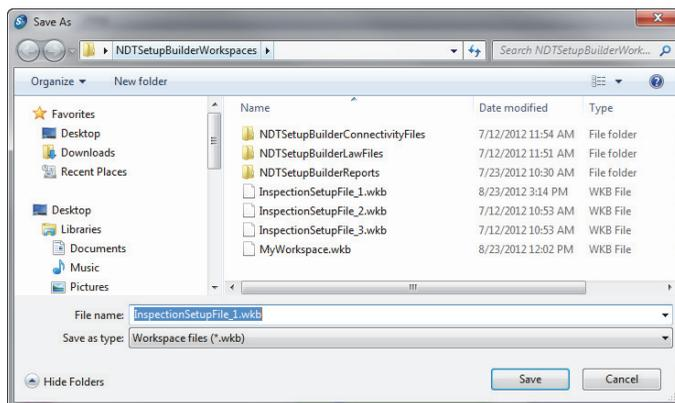

Рис. 6-4 Диалоговое окно **Save as** для сохранения рабочей области в виде нового файла
2. В диалоговом окне **Save As** выберите папку, куда будет сохранен файл рабочей области (см. Рис. 6-4 на стр. 67).